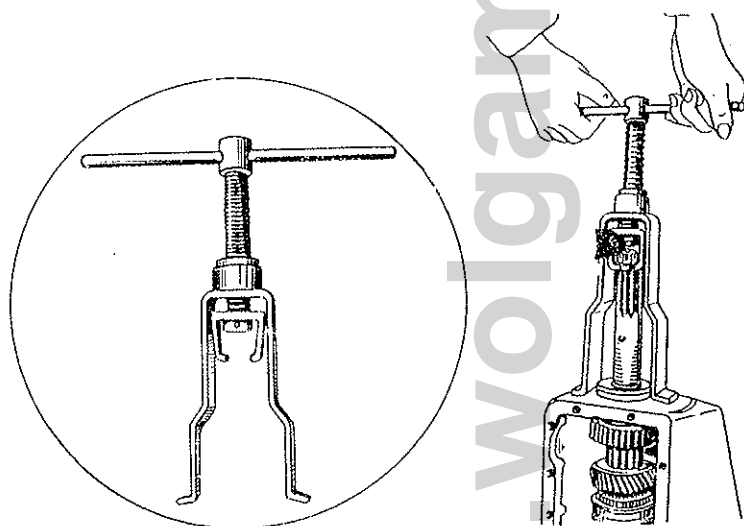

Bild 150 Herauspressen des Ausgangswellenlagers aus Getriebekasten
- Lager der Ausgangswelle im Zusammenbau mit der Welle aus Getriebekasten treiben (Bild 150);